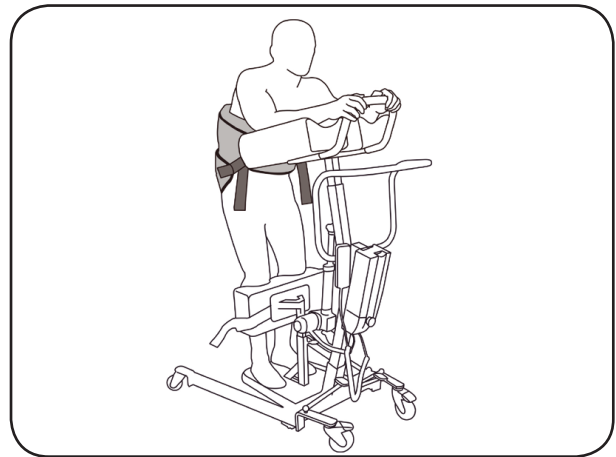

Abbildung 42
11. Richten Sie den Patienten vollständig auf (Abbildung 42). Vergewissern Sie sich, dass der Patient sicher und stabil steht. Brechen Sie den Vorgang ab, wenn Sie Bedenken haben!